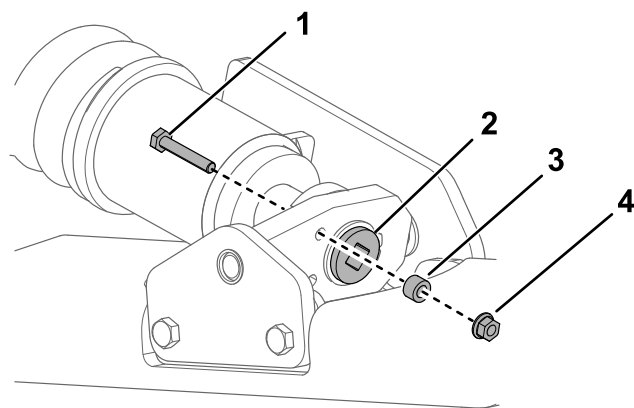
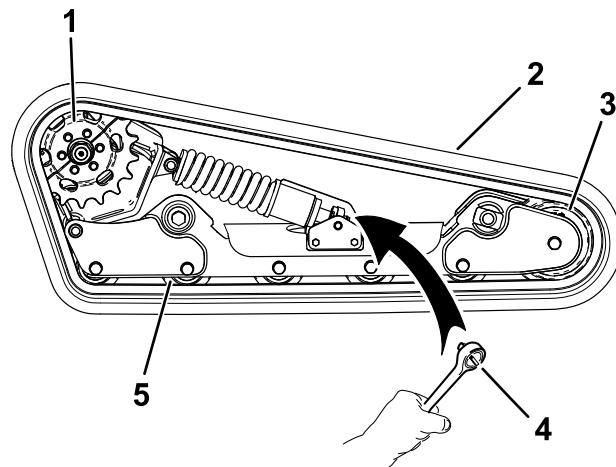

Figura 25
Figura 27
4. Rimuovete il bullone di bloccaggio, il distanziale e il dado (Figura 25).
6. Allineate l'intaglio più vicino della vite di tensione al foro del bullone di bloccaggio e fissate la vite con il bullone di bloccaggio e il dado (Figura 25).
7. Rimuovete il bullone di bloccaggio, il distanziale e il dado (Figura 25).
8. Utilizzando un cricchetto di trasmissione da ½", rilasciate la tensione di trasmissione ruotando la vite di tensione in senso orario (Figura 25 e Figura 27).
1. Avvolgete il nuovo cingolo attorno alla ruota anteriore, quindi attorno al mozzo di comando sul lato senza il pignone (Figura 27).
2. Spingete il cingolo sotto e tra le ruote non motrici e inseritelo attorno al telaio inferiore (Figura 27).